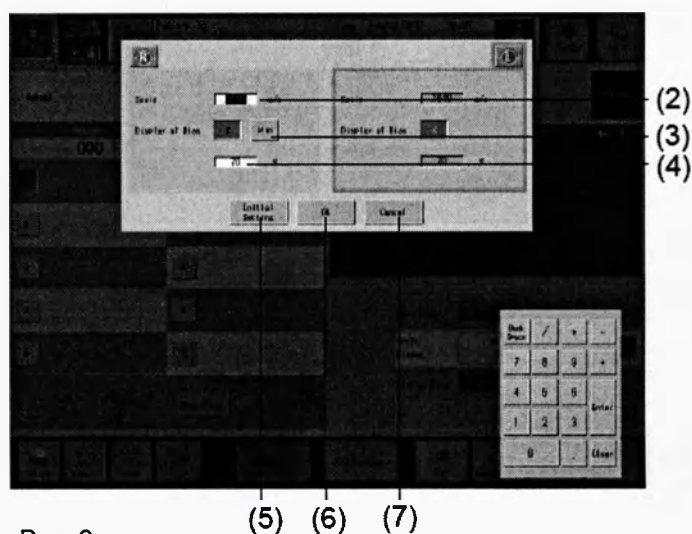

Рис. 2
- 1) Коснитесь кнопки "Change Setting" (1) в меню окна настроек, чтобы открыть окно настройки скорости звука и значения отклонения (Рис. 2).